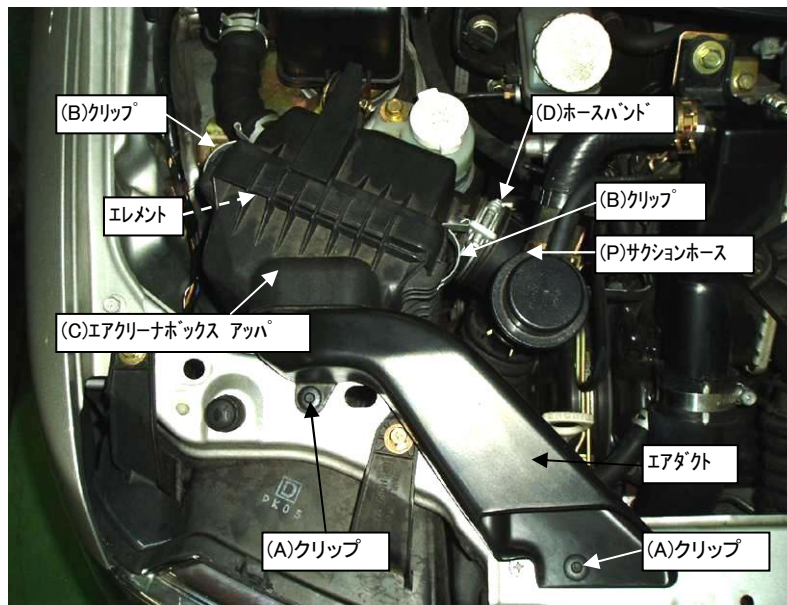

図1
下図1～2を参考にして以下の作業を行ってください。
2. (A)クリップ2カ所を外し、エアダクトを取外してください。(図1参照)
3. (B)クリップ2カ所を外し、(C)エアクリーナボックスアップとエレメントを取外してください。(図1参照)
4. (P)サクシオンホースの(D)ホースバンドを緩めてください。(D)ホースバンドは再使用します。(図1参照)